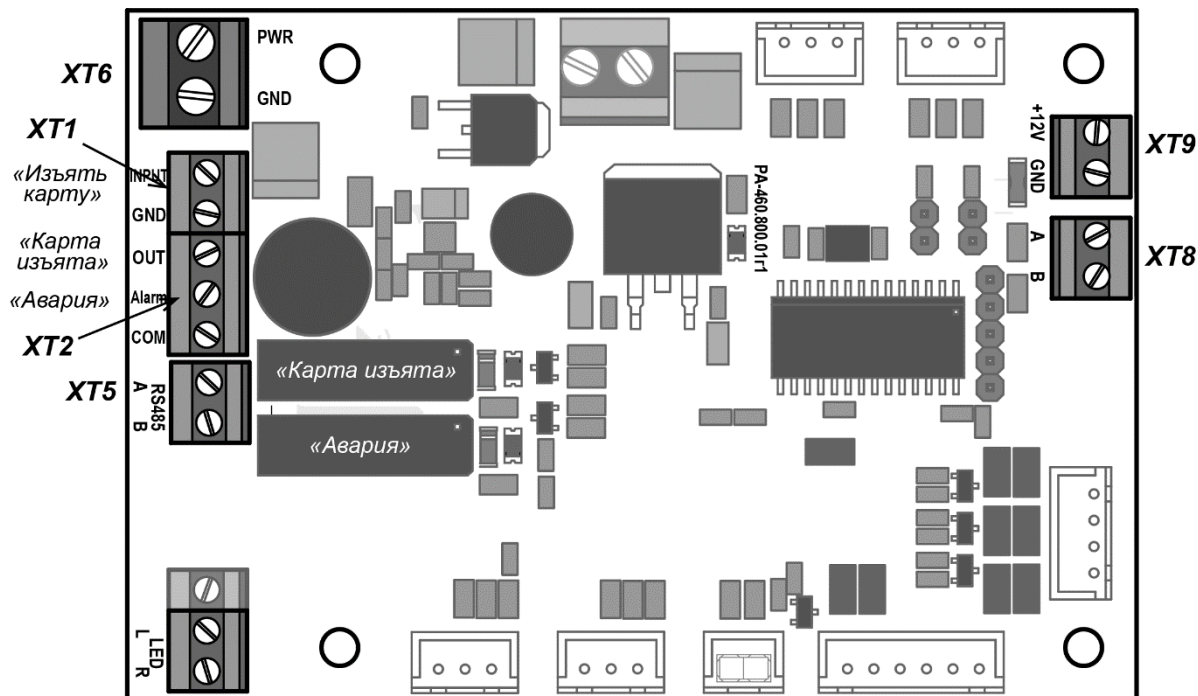

Рисунок 2. Внешний вид платы управления картоприемника
3. Если предъявленная карта является временной картой посетителя и требует изъятия, то контроллер СКУД подает управляющий сигнал на вход платы управления картоприемника «*Изъять карту*» (контакт **INPUT XT1**, см. рис. 2). Подсветка щели для приема карт перейдет в режим мигания с частотой 2 раза в секунду, указывая на то, что карта подлежит изъятию.
5. При падении карты в контейнер второй оптический датчик фиксирует факт изъятия карты. В этом случае картоприемник закрывает шторку, подсветка щели для приема карт вновь становится постоянной. Одновременно с выхода платы управления картоприемника «*Карта изъята*» (контакт **OUT XT2**, рис. 2) подается управляющий сигнал, являющийся для контроллера СКУД подтверждением разрешения прохода. По данному сигналу контроллер СКУД разрешает проход в данном направлении (подает соответствующий сигнал на механизм управления турникетом) и после прохода через турникет снимает сигнал «*Изъять карту*». По снятию сигнала «*Изъять карту*» картоприемник снимает сигнал «*Карта изъята*».
6. Третий оптический датчик картоприемника отслеживает факт заполнения контейнера картоприемника. При его заполнении картоприемник передает в контроллер СКУД сигнал «*Авария*» (контакт **Alarm XT2**, рис. 2), подсветка приемной щели картоприемника перейдет в режим мигания с частотой 1 раз в 2 секунды, тем самым предупреждая о необходимости освободить контейнер от изъятых карт. Если контейнер не освобождается, то после приема еще 9 карт работа картоприемника блокируется, подсветка приемной щели гаснет. Разблокировка картоприемника происходит автоматически после освобождения контейнера от карт (порядок выемки и установки контейнера приведен в п. 4.3). Также сигнал «*Авария*» подается в контроллер СКУД при возникновении неисправностей механизма картоприемника.
Внешний вид платы управления картоприемника показан на рис. 2. На плате расположены клеммные колодки: